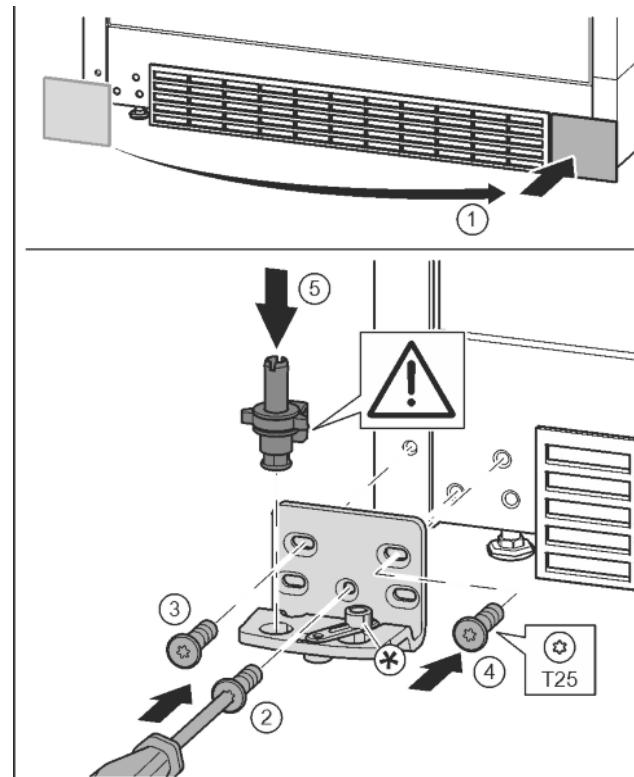

Fig. 12
- Зніміть кришку та встановіть її з іншого боку. Fig. 12 (1)
- Встановіть опорний кронштейн з іншого боку і закріпіть гвинтами за допомогою викрутки T25. Почніть із гвинта 2 знизу посередині. Fig. 12 (2)
- Закрутіть гвинти 3 та 4. Fig. 12 (3, 4)
- Вставте цілком опорний гвинт. При цьому виступ фіксатора повинен бути спрямований назад. Fig. 12 (5)